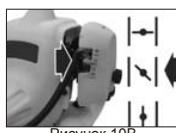

Рисунок 10B
- Установите рычаг воздушной заслонки в НАПОЛОВИНУ ОТКРЫТОЕ положение (↑↓) (рис. 10B).